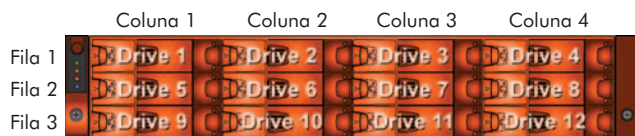

Figura 16: Definição do número de compartimentos
3. Faça deslizar suavemente a totalidade do suporte para dentro da estrutura, até que seja parado pela alavanca excêntrica localizada à direita do suporte (*consulte a Figura 16*).